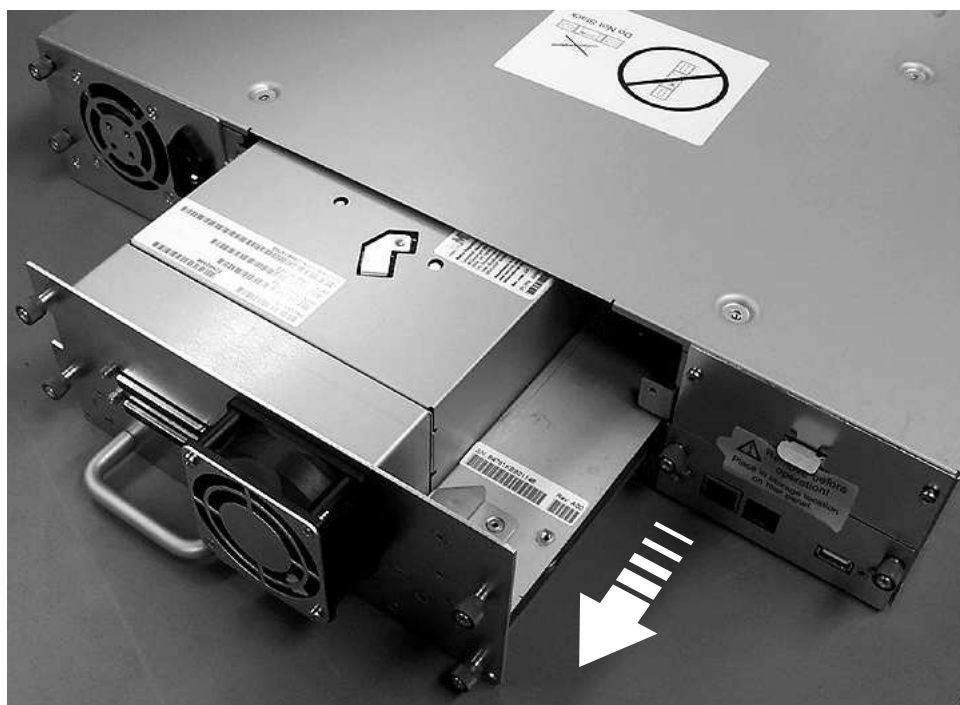

Figura 142. Extracción de la plataforma de unidad de la biblioteca (se muestra la plataforma de unidad sin muelles de ESD)
7. Tire del asa de la plataforma de unidad (**10**) para extraerla de la biblioteca (consulte la Figura 142).